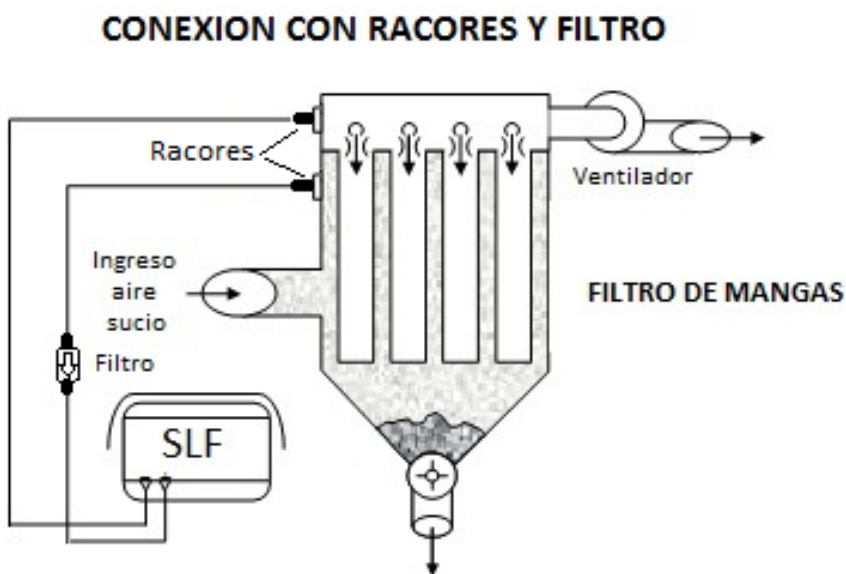

Figura 4.
1. Instale los dos racores de $\varnothing 1/8$ " suministrados con este producto, un racor en la cámara de aire sucio y el otro racor en la cámara de aire limpio. (ver figura 4)